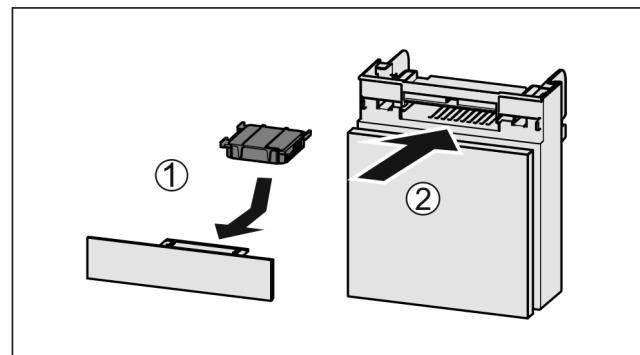

Fig. 89
- Установите фильтр с активированным углем, как показано на рисунке Fig. 89 (1).
► Вставьте отделение Fig. 89 (2).